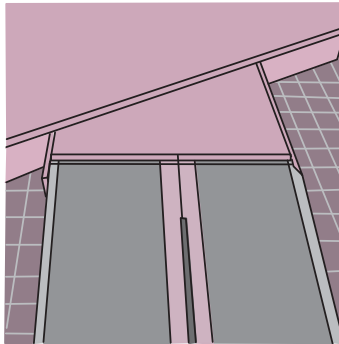

図 8-3 斜めの上がり框にスロープを掛けるための方向補正台
① 環境との適合条件
- スロープを架ける段がスロープの進行方向に対し直交している必要があります。斜めになっている場合は、(図 8-3) のような方向を補正するための台を用意すると良いのですが、製品として市販されてはいません。